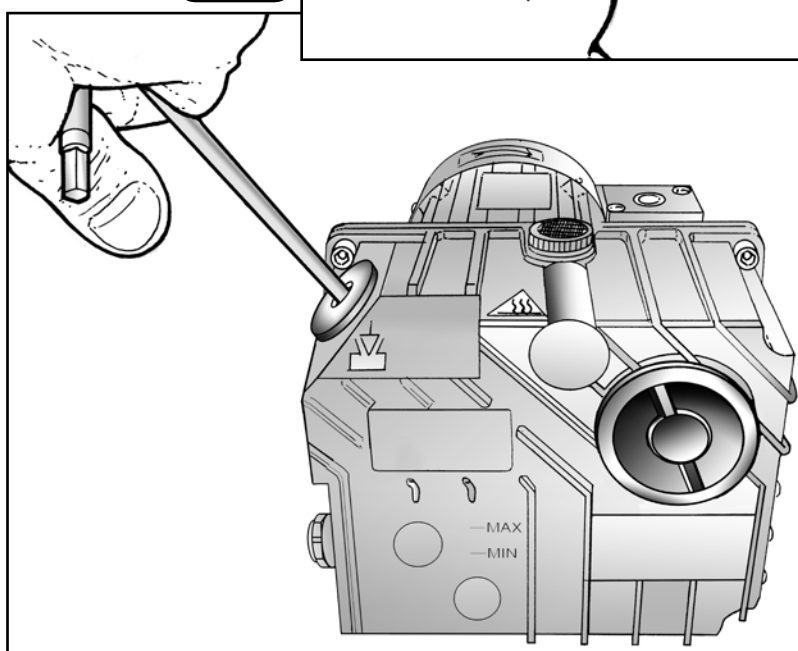

Fig. 14
- 8) Apoyar un recipiente con adecuada capacidad (0,5 lt) en cercanías del tapón de descarga (**Fig. 14**). Con la misma llave hexagonal, desenroscar el tapón de descarga y hacer fluir el aceite en el recipiente esperando aproximadamente 10 minutos.